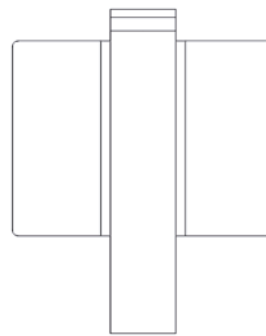

Figure 1.2
- Couloir à porte battante à double mécanisme, appelé aussi caisson central ou intermédiaire: il intègre deux mécanismes indépendants à l'intérieur du corps du couloir, permettant à chaque battant de fonctionner indépendamment (voir figure 1.2).